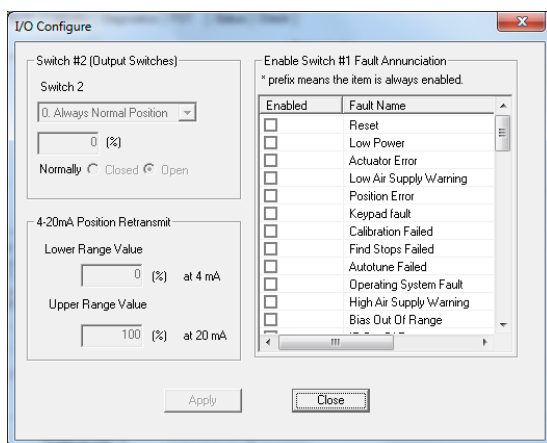

Рисунок 25 Окно I/O Configure (Конфигурация входов/выходов)
Данная процедура представляет собой пример того, как с помощью настроек, показанных на Рисунок 25, проверить, работает ли переключатель.
1. Выберите вкладку Configure (Конфигурация). Появится окно, показанное на Рисунок 25.